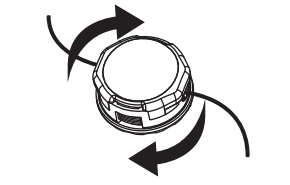

Fig. 22
- Sujete la perilla del cabezal de corte y haga girar el cabezal de corte hacia la derecha para enrollar la línea en la bobina hasta que salga 5 pulgadas (12.7 cm) por cada lado del cabezal de corte (Fig. 22)